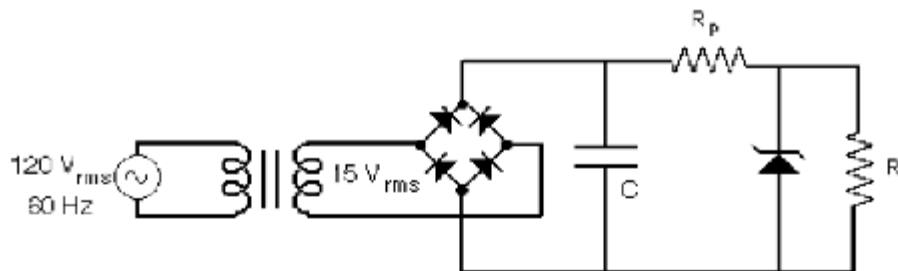

Figura 5.4: Circuito rectificador de onda completa con filtro capacitivo y regulador básico con diodo zener
5.- En el circuito de la Figura 5.4, la fuente DC con regulador zener: